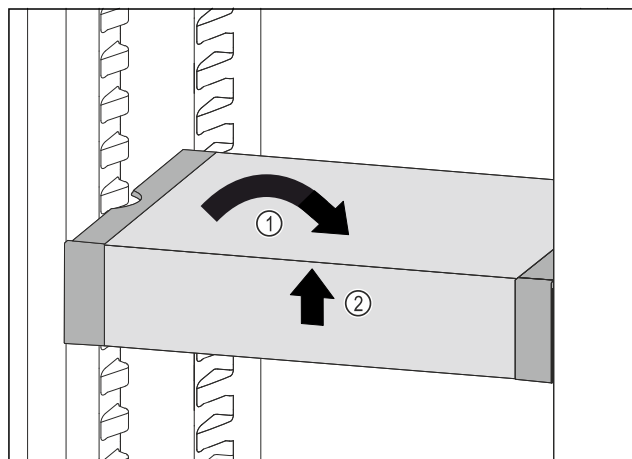

Fig. 107
- ▶ VarioSafe ustawić prosto. Fig. 107 (1)
- ▶ VarioSafe unieść z przodu. Fig. 107 (2)